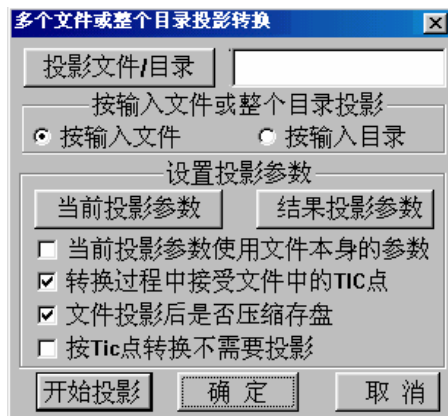

图 7-2-5 成批文件时参数对话框
1. 不需要打开需要进行转换的文件，而是直接选择“投影转换”菜单下的“成批文件投影转换”，系统会弹出图 7-2-5 所示的投影参数设置对话框。